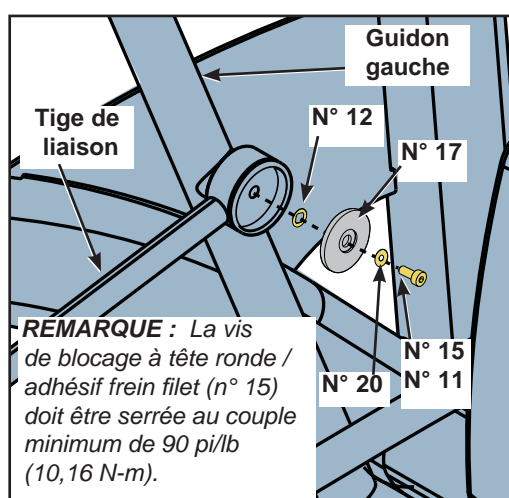

Figure 7
- D. Repérez la tige de liaison gauche, le guidon gauche, le capuchon de tige de liaison (n° 17), l'entretoise (n° 12), la vis 0,250-20 x 0,75 (n° 15) et la rondelle 0,281 x 0,50 (n° 20). Reportez-vous à la figure 7.
vis de blocage à tête ronde/adhésif frein-filet 0,250-20 x 0,75 (n° 15) et la rondelle 0,281 x 0,50 (n° 20), tel qu'illustré aux figures 7 et 9. **REMARQUE :** La vis de blocage à tête ronde 0,250-20 x 0,75 (n° 15) doit être serrée à 90 po/lb (10,16 N-m) minimum.